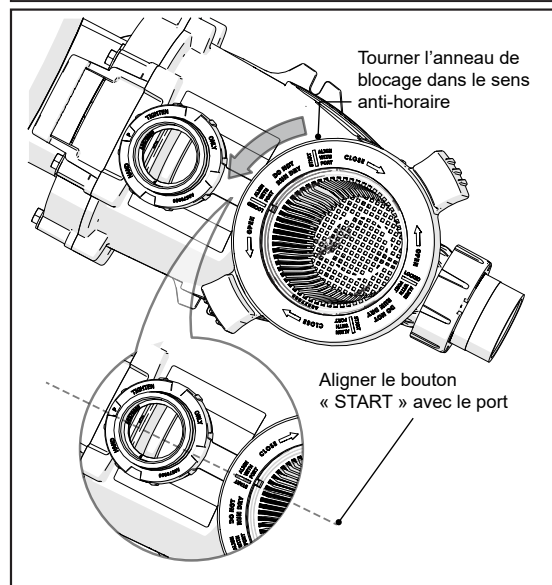

Figure 15. DÉVERROUILLER L'ANNEAU DE BLOCAGE
4. En suivant les repères sur l'anneau de blocage, tourner la bague dans le sens anti-horaire jusqu'à ce que les repères de démarrage (START) s'alignent avec les ports. Voir la Figure 15.